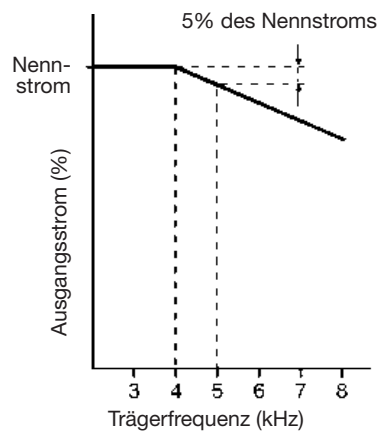

**Abb. 1-2 Absenken entsprechend der Trägerfrequenz bei Antrieben bis N22K0 und X30K0**
**Hinweis 5** **Antriebe bis N22K0S und X30K0S** mit konstantem Drehmoment ermöglichen Trägerfrequenzeinstellungen bis 10 kHz. Bei höherer Frequenz 7% Stromstärke pro kHz senken. Wenn diese Antriebe mit variablem Drehmoment arbeiten, senken Sie die Stromstärke bei höheren Frequenzen als 4 kHz, wie in Abbildung 1-2 dargestellt.
**Abb. 1-2 Absenken entsprechend der Trägerfrequenz bei Antrieben bis N22K0 und X30K0 Absenken entsprechend der Trägerfrequenz bei Antrieben größer als N22K0 oder X30K0**